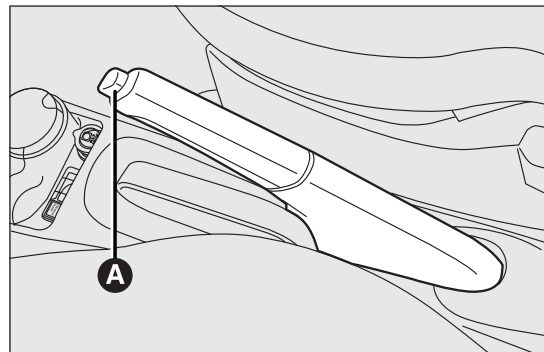

fig. 109
Le levier du frein à main fig. 109 se trouve entre les sièges avant.
- soulever légèrement le levier et appuyer sur le bouton de déblocage A fig. 109;